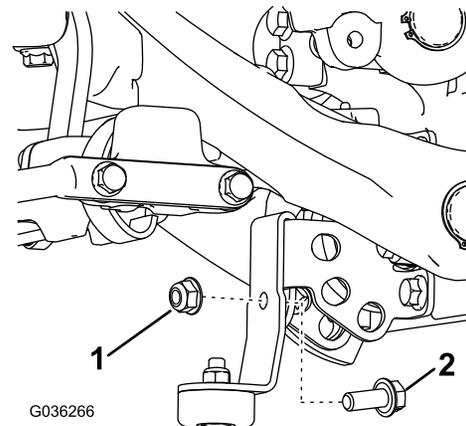

Figura 2
2. Fate scorrere il supporto del fermo sulla staffa di montaggio di bilanciamento del braccio di sospensione e fissatelo con un bullone (5/16) e un dado flangiato (Figura 2).